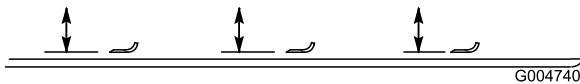

Figura 80
2. Rode a lâmina até que as suas extremidades se encontrem viradas para a frente e para trás (Figura 80). Meça a distância entre o interior da unidade de corte e a parte cortante na zona dianteira da lâmina. Anote esta medida.